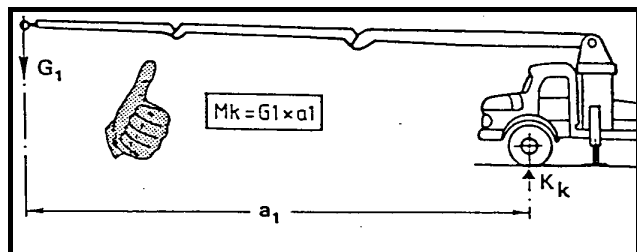

Fig. 2
**No** levantar el vehículo del sistema de suspensión no cargado (Fig. 2).